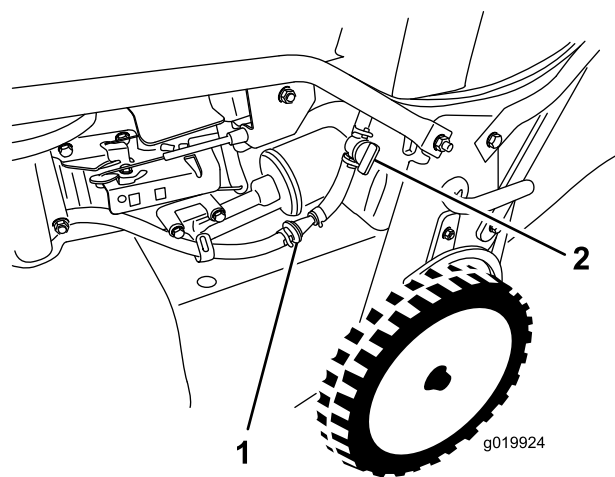

Рисунок 33
- Закройте отсечной топливный кран (Рисунок 33).
- Снимите топливный фильтр (Рисунок 33) с топливного трубопровода, ослабив хомуты трубопровода с обеих сторон топливного фильтра.